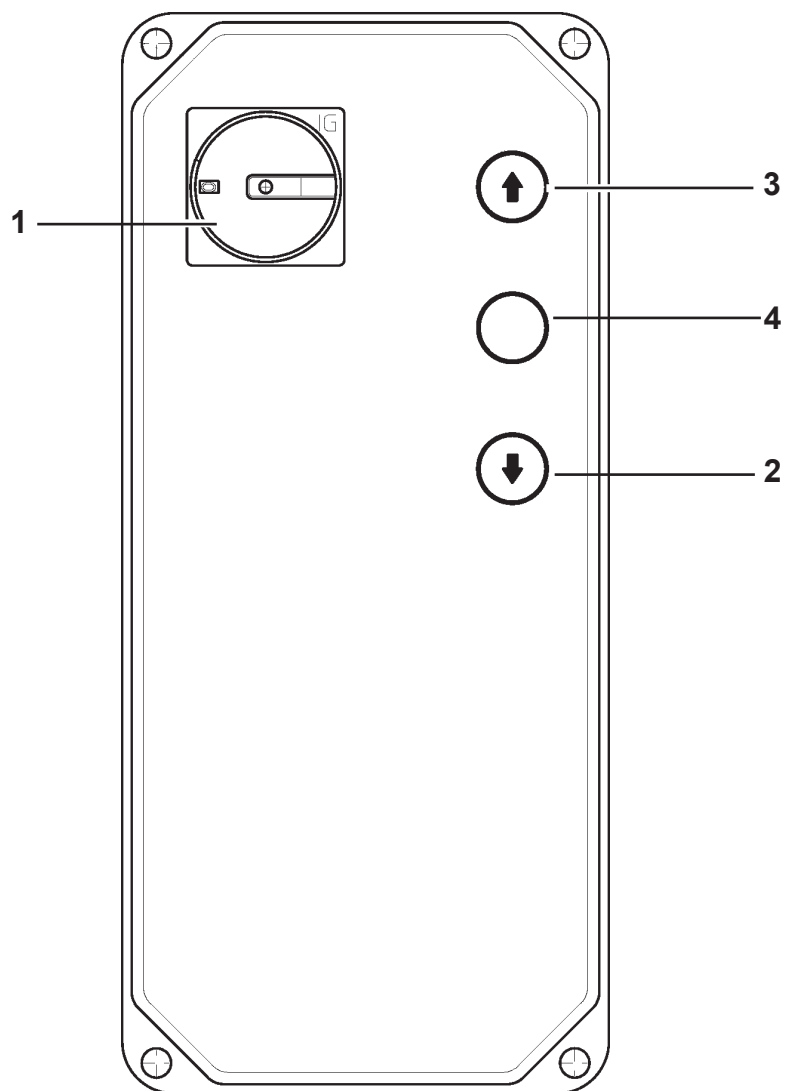

Fig. 25
5.5 Identificazione dei comandi e loro funzione Rif. Fig. 25
5.5 Description and function of commands Ref. Fig. 25
5.5 Die Steuerungen und ihre Funktion Zu Abb. 25
5.5 Identification et fonction des commandes Réf. Fig. 25
5.5 Identificación de los mandos y sus funciones Ref. Fig. 25